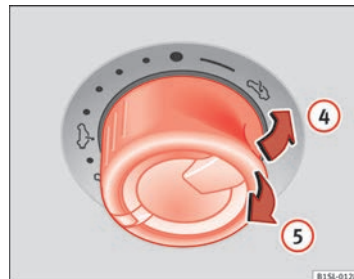

Fig. 27 Sur le toit intérieur : tourner le bouton pour relever le toit et le fermer.
- Avant que ne s'écoulent environ 5 secondes à partir de l'activation du dispositif anti-pincement, tirez sur le bouton => fig. 27 ⑤ jusqu'à ce que le toit ouvrant coulissant et relevable soit complètement fermé.